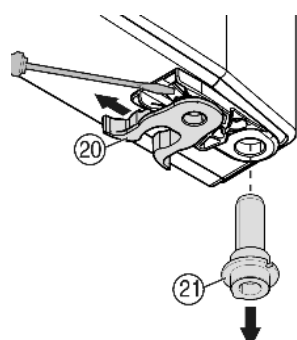

Fig. 9
- ▶ переставити Fig. 9 (20) пружинний затискач: Натиснути язичок заціпки вниз, зняти з нього пружинний затискач.
- ▶ Вийміть гвинт Fig. 9 (21) із втулки дверцят і вставте разом із шайбою на протилежному боці. Язичок заціпки повинен бути спрямований до внутрішньої сторони дверцят, надріз — до зовнішньої сторони.
- ▶ Поверніть нижню частину дверцят і вставте гвинт Fig. 9 (21) в опорний кронштейн. У разі необхідності покрутіть гвинт до його фіксації.